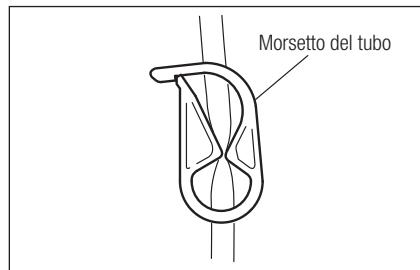

Fig. 12
1) Chiudere il morsetto del tubo, tra l'ago del tubo di irrigazione e la pompa di irrigazione, come mostrato nella Fig. 12.